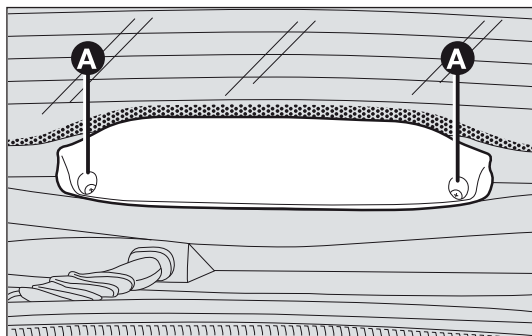

fig. 157
- ☐ afloje los dos tornillos A-fig. 157 y retire todo el recubrimiento;